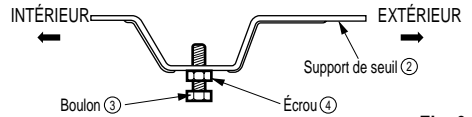

Fig. 3
- 3 Assemblez le support de seuil ② à l'aide des pièces illustrées dans la fig. 3 mais ne les serrez pas. 3.